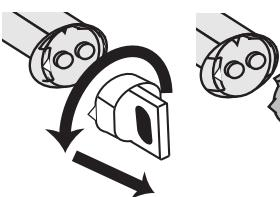

Fig 4
4. Retirer le bouchon de la seringue du EZ-Fill Xpress et fixer l'embout mélangeur comme montré dans les figures 4, 5 et 6. Appuyer sur le piston pour sortir le matériau au travers de l'embout mélangeur sur un bloc de spatulation. Ne pas utiliser les premières gouttes de matériau qui peuvent être incorrectement mélangées.